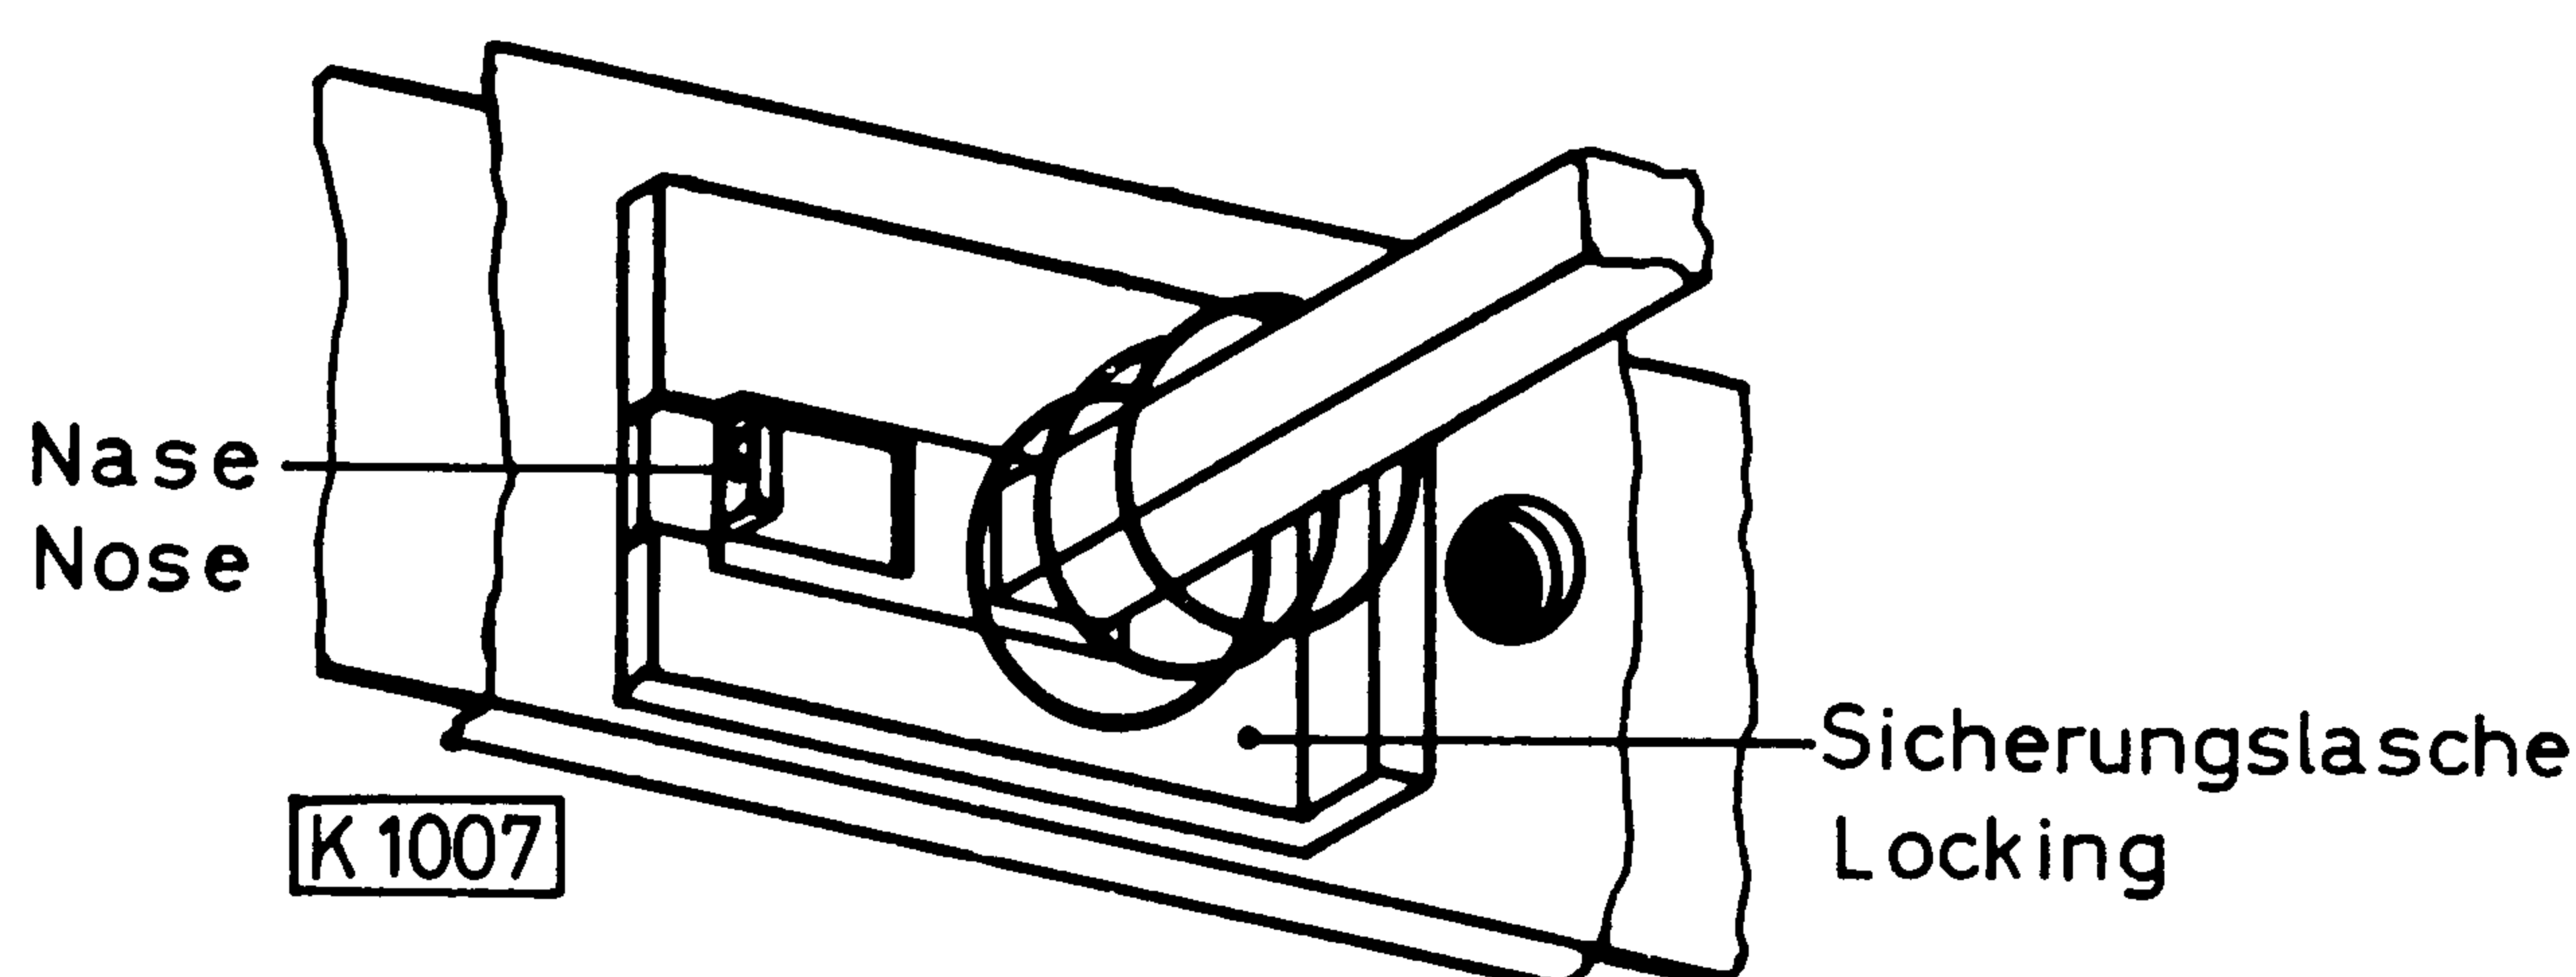

Fig. 1
- 2.2 Mit einer Spitzpinzette die Sicherungslasche (am Druckastenschieber der Taste „M“) nach vorn ausheben (Fig. 1).
- 2.2 With a pair of tweezers release the locking at the rod of the button "M", see fig. 1.